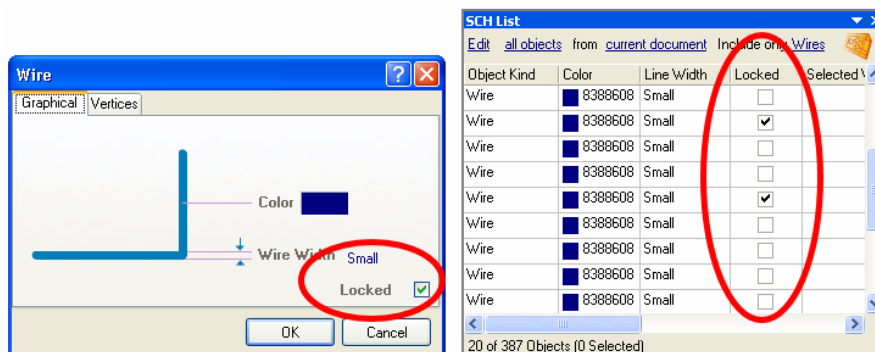

図 18 ワイヤ属性のロックを有効にする
1. 回路図オブジェクトのグループをロックするには、**SCH List** パネルを使って、**Locked** オプションを切り替えます。図 18 (左) を参照してください。PCB オブジェクトのグループについても同じように操作できます。やはり、**PCB List** パネルを使います。
2. それぞれのオブジェクトをロックするには、オブジェクトをダブルクリックします。属性ダイアログが表示されるので、**Locked** オプションを有効にします。図 18 (左) を参照してください。